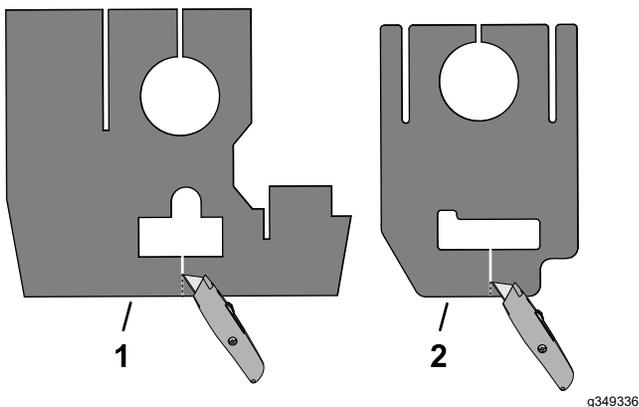

Figura 2
2. Con un coltello multiuso tagliate gli inserti superiore e inferiore del piantone di sterzo come mostrato nella Figura 2.